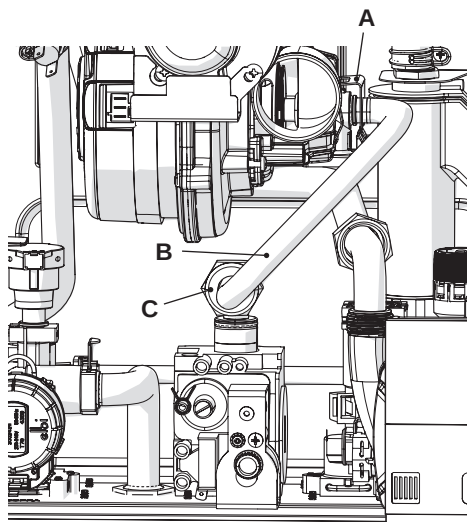

Figura 4.1
- Togliere la forcina **A**, svitare il girello **C** ed estrarre il tubo del gas **B** (Figura 4.1).
la prova di tenuta gas dopo aver stretto il girello del tubo gas (Figura 4.1).